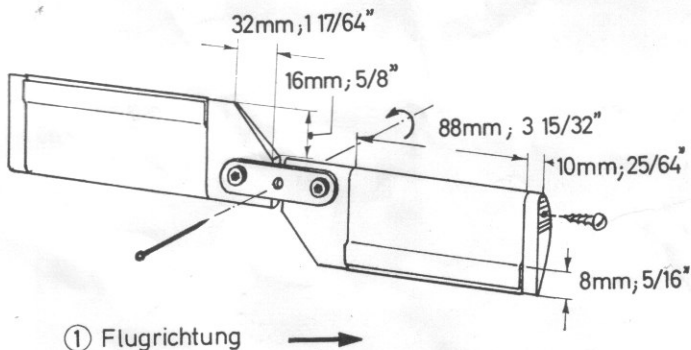

Abb. 6
**A** Zum Auswuchten des Heckrotors werden die fertig bespannten und lackierten Heckrotorblätter mit den beiden, dem Schnellbausatz MECHANIK beigelegten Stanzteilen, wie Abb. 6 zeigt, zusammengeschaubt und über einer als Achse in die mittleren Löcher gesteckten Stecknadel ausgewuchtet.